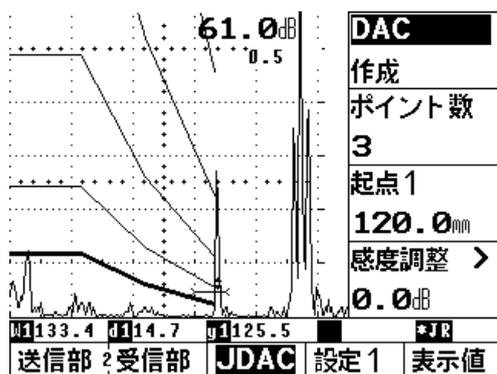

図6 250mmでのDAC作成
- DAC表示の横の  キーを押し、ダイヤルを回して、表示を“作成”にする。(図6参照)
- ⑥STB-A2の0.5Sのエコーを80%~100%に調整する。
- ⑦起点1の右横の  キーを押し、目的のエコー(0.5Sのエコー)にゲート1がかかるように移動させる。
- ⑧この状態で、 キーを押すと0.5Sまでの線が引ける。順次1.0S, 1.5Sからのエコーを検出し、それぞれのエコーにゲートを合わせ、 キーを押すと線が描ける。
- ⑨1.5Sが作成されたらDACに画面を移し、DAC表示下の作成を右ダイヤルで完成に変える。